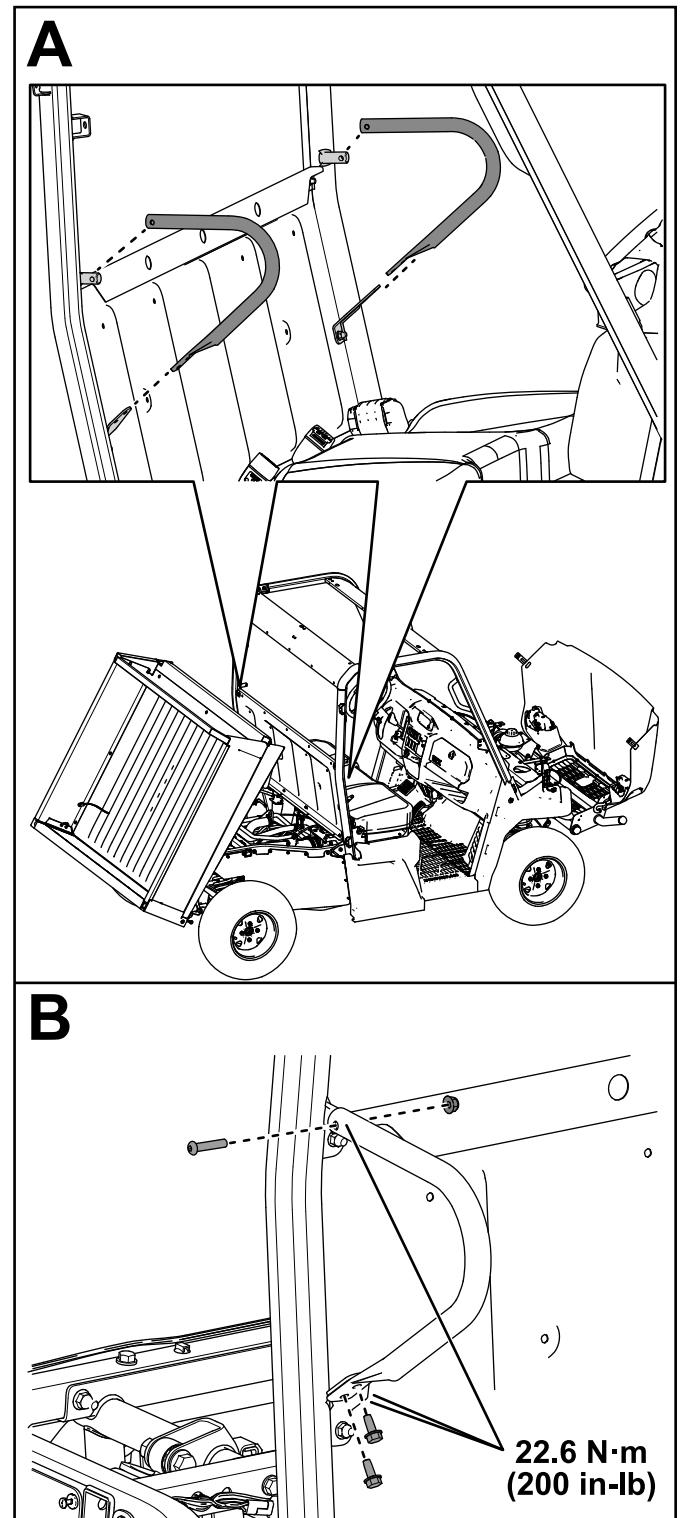

Figura 21
16. Fije las 2 barras de seguridad de los hombros en los conjuntos traseros de la barra antivuelco con 4 tornillos autorroscantes (5/16" x  $\frac{3}{4}$ "), 2 pernos de cabeza de botón (5/16" x 1½") y 2 contratuerzas (5/16"), como se muestra en la Figura 21.
Apriete las contratuerzas (5/16") a 22.6 N·m (200 pulgadas-libra), como se muestra en la Figura 21.